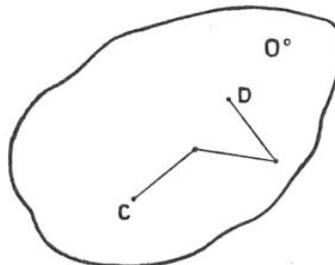
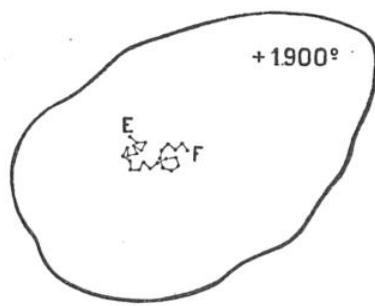

FIG. 3
FIG. 4
des atomes, qui se sont considérablement amplifiées (2), deviennent une gêne réelle pour les électrons. Le parcours *E F* (fig. 4), qui est au total, est à nouveau égal à *C D* ou à *A B*, est maintenant sectionné en vingt-cinq zigzags, de telle sorte que les bonds partiels s'opèrent seulement sur 60 atomes ; il est bien évident (3) que ces bonds sont vingt-cinq fois plus nombreux à cette température élevée que dans l'air liquide.
*b)* Passons maintenant à la température de la glace fondante ( $0^\circ\text{C}$ ) : les atomes de tungstène s'agitent déjà un peu plus (2), et ce fourmillement a pour effet de raccourcir les trajets directs. Le parcours *C D* (fig. 3) porte toujours sur 1.500 atomes (3), mais, comme il a lieu en trois fois, chaque saut ne porte l'électron que d'un atome au 500e d'après.
*c)* A  $1900^\circ\text{C}$ , c'est-à-dire à une température voisine de celles qui sont atteintes dans les lampes à incandescence (4), les oscillations
(1) Plus exactement : au bout de la durée choisie, il sera quelque part sur une sphère de centre *A* et de rayon égal à *A B*.
(2) C'est pour cela que la parcelle est devenue plus grosse.
(3) Puisque nous considérons le même temps total et que la vitesse de l'électron ne change pas.
(4) Ces températures sont généralement comprises entre  $2.200^\circ\text{C}$  et  $2.700^\circ\text{C}$ .
Jetons un dernier coup d'œil sur les figures 2, 3 et 4, en supposant notre « poussière » de tungstène entourée *de vide*. Sans entrer dans des détails qui exigeraient des développements mathématiques, nous pouvons dire que, au fur et à mesure que la température s'élève, le métal s'oppose davantage aux mouvements spontanés des électrons, autrement dit — si on veut bien excuser cette comparaison anthropomorphique — les électrons, dans un métal, s'y trouvent moins bien à chaud qu'à froid ; et, s'ils s'y trouvent moins bien, ils le quitteront plus volontiers, à la condition, bien entendu, qu'on sache s'y prendre. Au voisinage de la température ordinaire (fig. 3) — et, à plus forte raison, à celle de l'air liquide (fig. 4) —, la surface du métal forme un obstacle infranchissable à toute « velléité » de vagabondage ; mais, à température élevée, la « vaporisation » s'effectue sans peine, comme nous allons le voir.